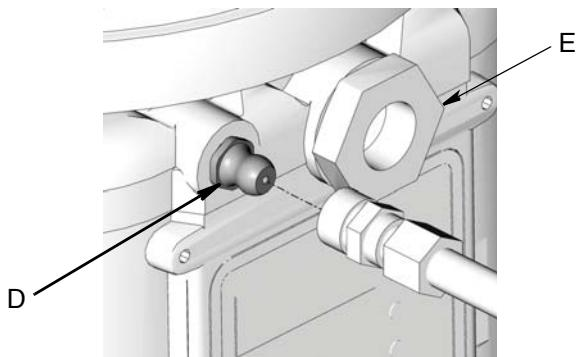

Рис. 13
- Подсоедините заправочный шланг к впускному штуцеру (Рис. 13).